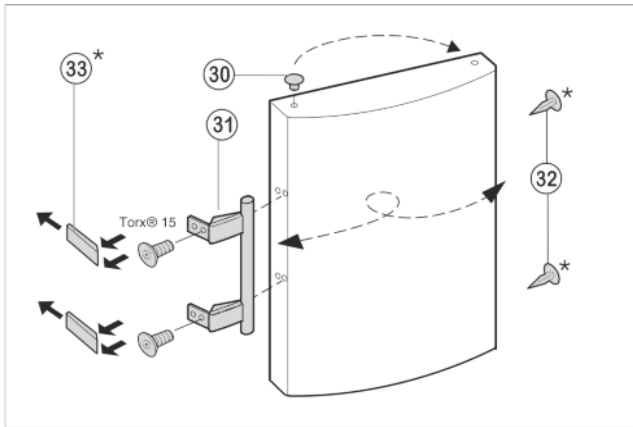

Fig. 10
- ▶ Az ajtó csapágyperselyéből emelje ki és helyezze át a tömítéseket Fig. 10 (30).
- ▶ Szerelje le az ajtó fogantyúját Fig. 10 (31), a tömítéseket Fig. 10 (32) és a nyomólemezeket Fig. 10 (33), és helyezze át az ellenkező oldalra.